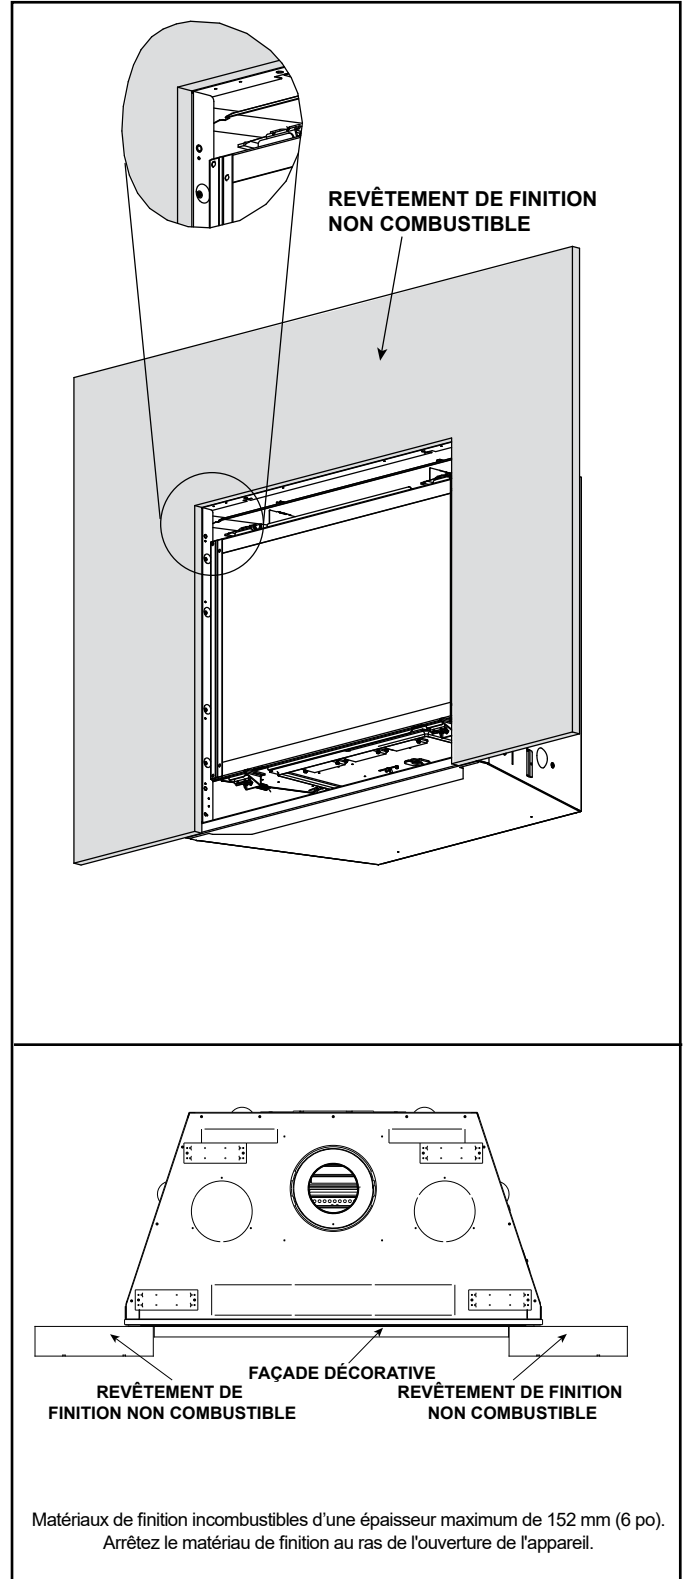

Figure 10.15 Méthode d'ajustement intérieur
- B. Finition d'un matériau d'une épaisseur de 0 à 152 mm : Utilisez cette méthode avec les façades à ajustement intérieur. Les bandes de finition ne sont pas nécessaires. Voir la figure 10.15.